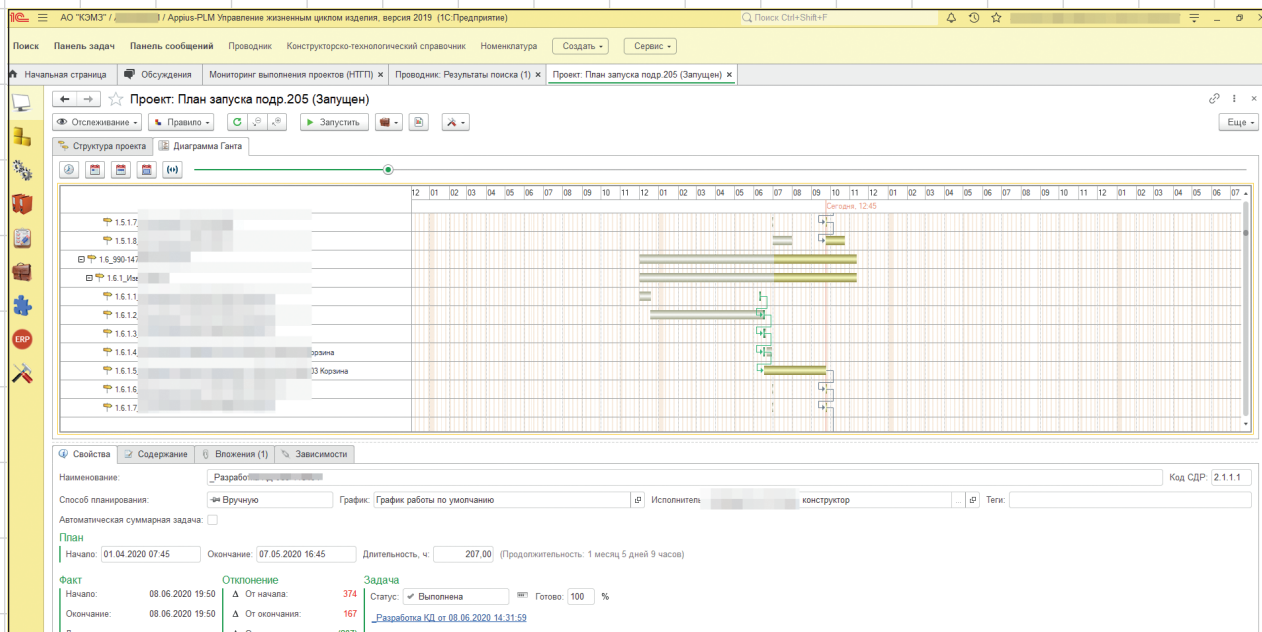

Рис. 4. Управление проектами. Отслеживание
6. Просмотр проекта в режиме отслеживания (рис. 4).